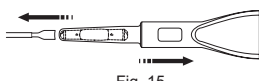

Fig. 15
9. Puxe lentamente a ICL ou a TICL para o barril enquanto move o cartucho no sentido oposto. Observe as marcas de posicionamento em ambos os lados do ótico para confirmar o alinhamento à medida que faz avançar a ICL ou a TICL. Continue o processo até que a ICL ou a TICL esteja posicionada no cartucho de forma que o rebordo principal esteja adjacente à extremidade do cartucho. Solte a ICL ou a TICL e remova a pinça. (Fig. 15)